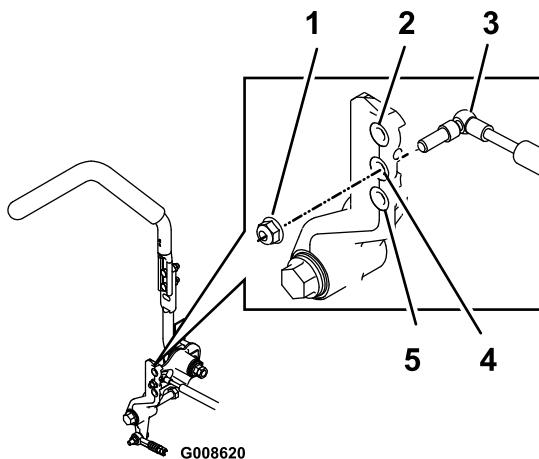

**Figure 98**
11. Réglez la longueur des tiges de pompes en tournant les doubles écrous dans le sens voulu jusqu'à ce que les roues tournent légèrement en marche arrière (Figure 98).